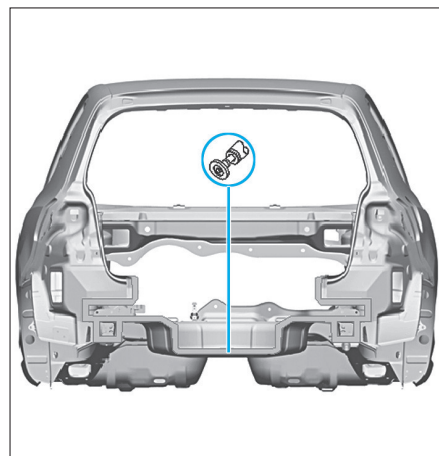

FIG. 142
- Préparer les zones d'accostage, éliminer entièrement les restes de colle et poncer à nu les surfaces de collage et les morceaux de tôle restants (Fig.142).